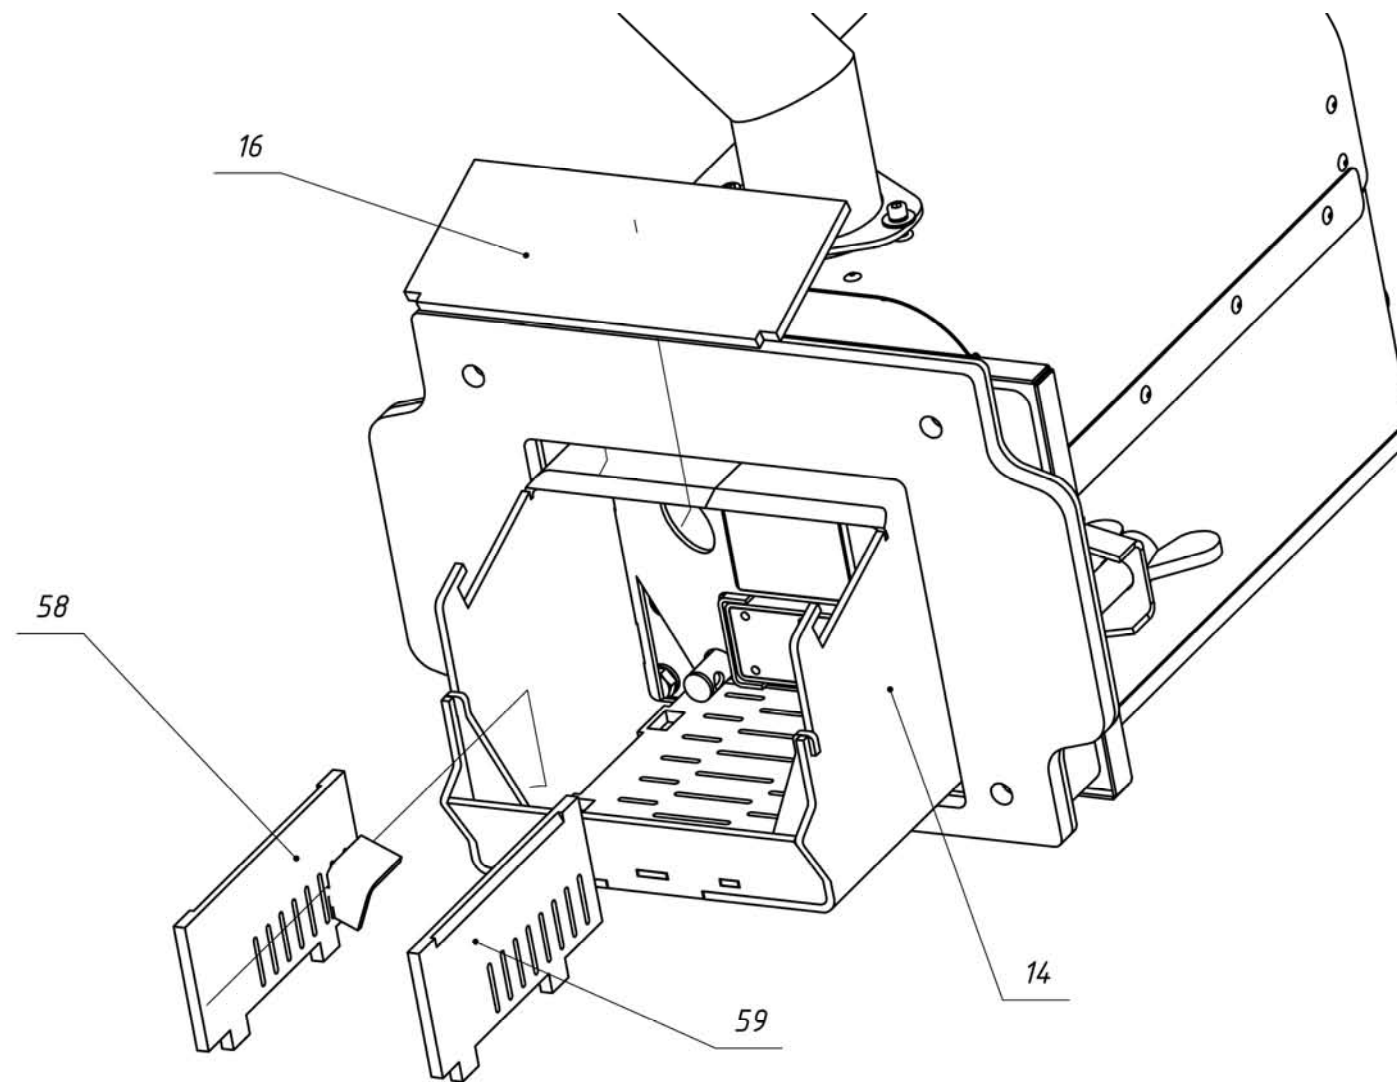

Рис. 7В
- снять крышку камеры сгорания 16 (Рис.7а);
- демонтировать боковины колосника 58 и 59 (Рис.7б и Рис.7в);
- вынуть колосник 15 из корпуса камеры сгорания 14 (Рис.7г и Рис.7д) и очистить колосник от нагара;
Рис. 7а
Рис. 7б
Рис. 7г
Рис. 7д